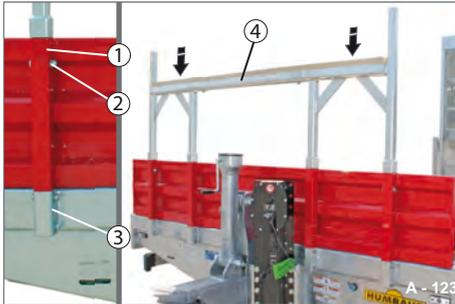

Abb. 176 Auflagebock an Stirnwand gesichert
- ▶ Ggf. die Verschraubung aus den Rungen der Stirnwand (Abb. 176/1) demontieren.
- ▶ Auflagebock-Gestell (Abb. 176/4) gleichzeitig in die Runge der Stirnwand (Abb. 176/1) hinein stecken.
- ▶ Auflagebock-Gestell mit der Verschraubung (Abb. 176/2) sichern.